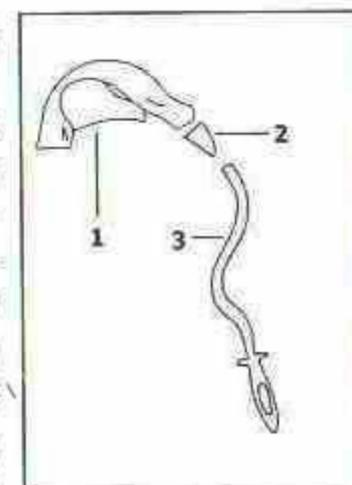

рис. 2
5.7. Воздуховод 1 выполнен из пласт-массы в виде сплюснутой дугообразной трубы с кольцевым выходом. При подаче воздуха от изолирующей системы на кольцевой выход уста-навливается цанга 2 с резиновой трубкой 3 (рис. 2).